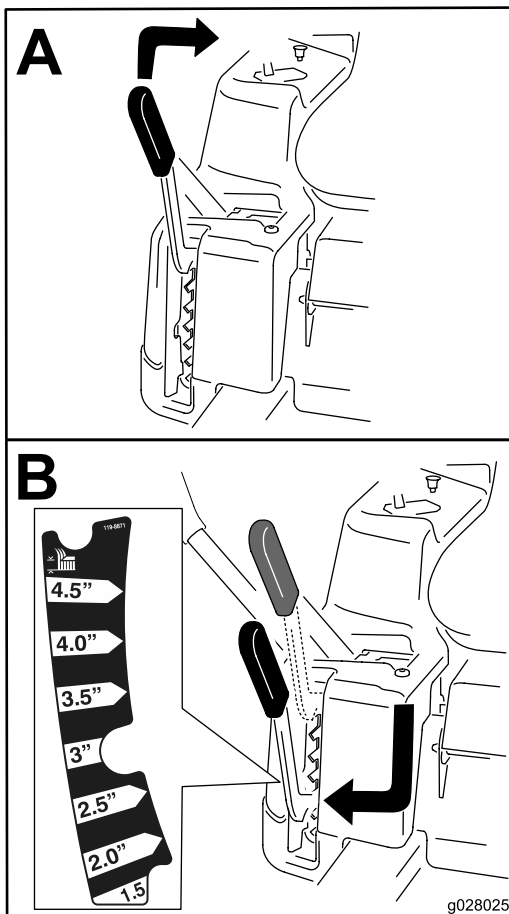

Figure 19
**Remarque:** La position de transport est la position de hauteur de coupe la plus élevée (115 mm [4,5 po]), comme montré à la Figure 19.
La hauteur de coupe est réglée par le levier situé à droite de la position d'utilisation (Figure 19).